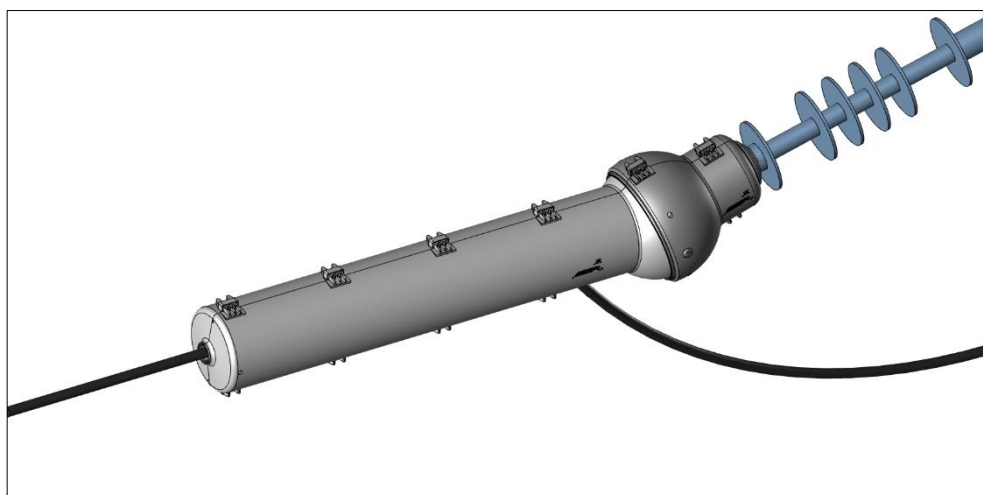

Рисунок 9
- 5.4.5. Приложить вторую крышку сферического футляра к первой, направив по две защёлки каждой крышки в прямоугольные проушины противоположной крышки (рисунок 9).